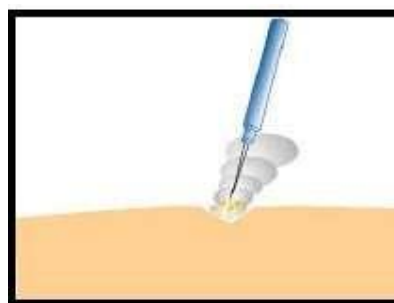

Figura 5: Efeito de corte cirúrgico
O corte eletrocirúrgico ocorre quando a tensão entre o eletrodo de corte e o tecido é suficientemente alta para produzir arcos voltaicos ou faíscas entre eles (Figura 5). Concentra-se toda a corrente (I) sobre um ponto específico do tecido, obtendo-se a evaporação deste. As temperaturas produzidas nesses pontos são tão elevadas, que as células do tecido explodem devido ao vapor, deixando uma cavidade.